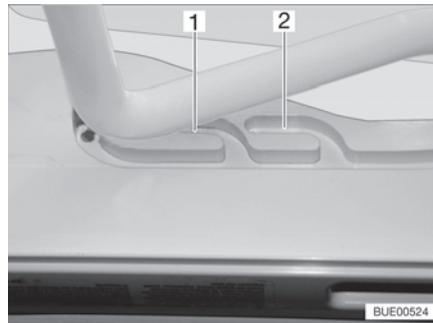
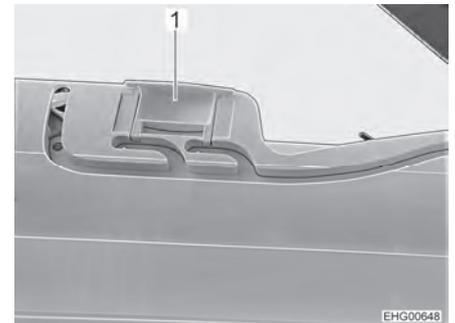

Fig. 31 Glissière (position de ventilation)
Fig. 32 Verrouillage (position de ventilation)
Il est possible d'amener le lanterneau Heki en deux positions de ventilation : Position pour mauvais temps (Fig. 31,1) et position intermédiaire (Fig. 31,2). Selon l'équipement, il est possible de verrouiller le lanterneau en position intermédiaire avec les deux verrous (Fig. 32,1) à gauche et à droite du cadre du lanterneau.
- Pousser légèrement l'étrier vers le haut, le pousser dans la glissière choisie (Fig. 31,1 ou 2) et le verrouiller si nécessaire.